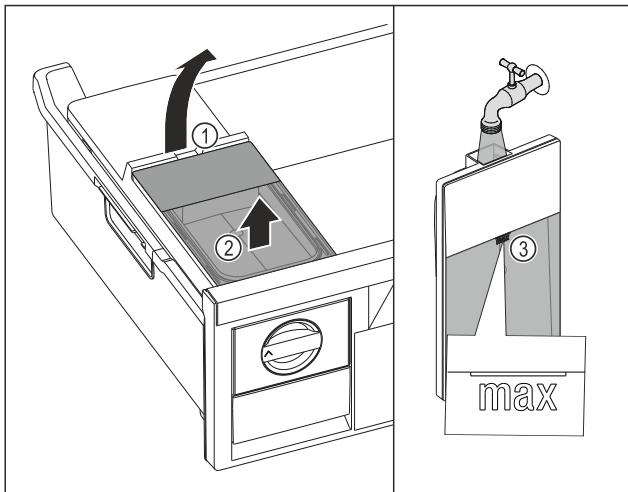

Fig. 91
- Zvedněte nádržku na vodu za vybrání Fig. 91 (1).
- Vyjměte nádržku na vodu nahoru. Fig. 91 (2)
- Naplňte nádržku na vodu pitnou vodou až po značku Fig. 91 (3).